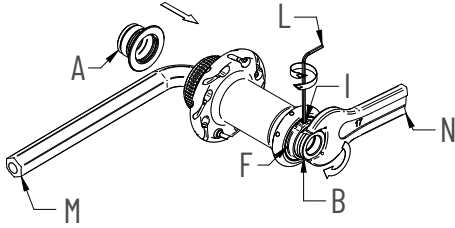
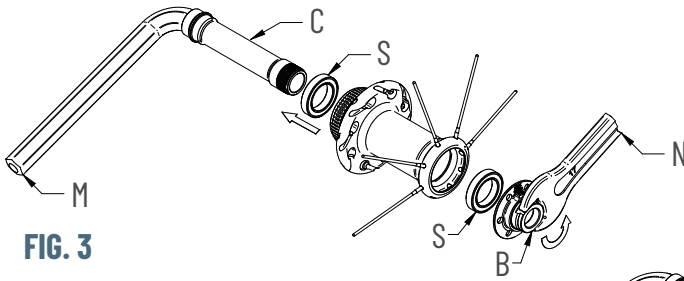

FIG. 2
FIG. 3
- Sullo stesso lato da cui avete sfilato lo scontro, infilate una chiave a brugola (M) da 12mm sul perno mozzo e con una classica chiave da 17mm (N) svitate in senso antiorario lo scontro (B) (Fig. 2)
- Sfilate il perno dal lato della sede del disco freno. Una volta estratto il perno dal corpo del mozzo si possono eventualmente sostituire i cuscinetti (S).
- Utilizzate un apposito estrattore per fori da 17mm ed estraete entrambi i cuscinetti dalla loro sede (Fig. 3).
- Inserite nuovamente il perno del mozzo (C) e chiudete lo scontro (B) con la chiave (N) da 17mm alla coppia di chiusura di 15Nm. (Fig. 2)
Se necessario effettuare una registrazione del mozzo agendo sulla ghiera (F) (Fig. 2):
- Allentate il grano con una chiave a brugola (L).
- Richiudete il grano I (Fig. 2).